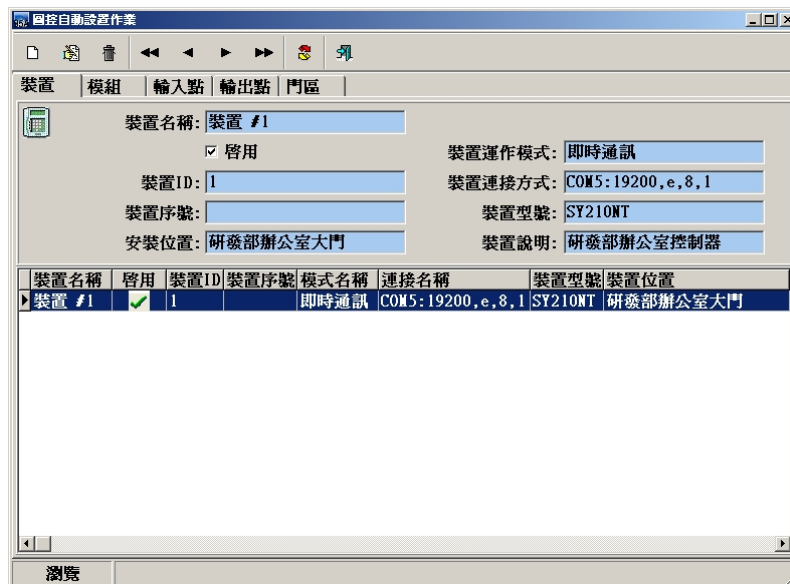

图 2-1 装置建立作业
第一次进入 SYSOFT-95A，系统是属于不联机(Off Line)状态，故设定控制器联机参数是联机之第一步骤。点选主功能选单之 "装置设置管理" 中之 "装置建立作业"，如图 2-1 所示。
1. 点选画面装置建立作业次选单 " 装置 " ，如图 2-1 所示。